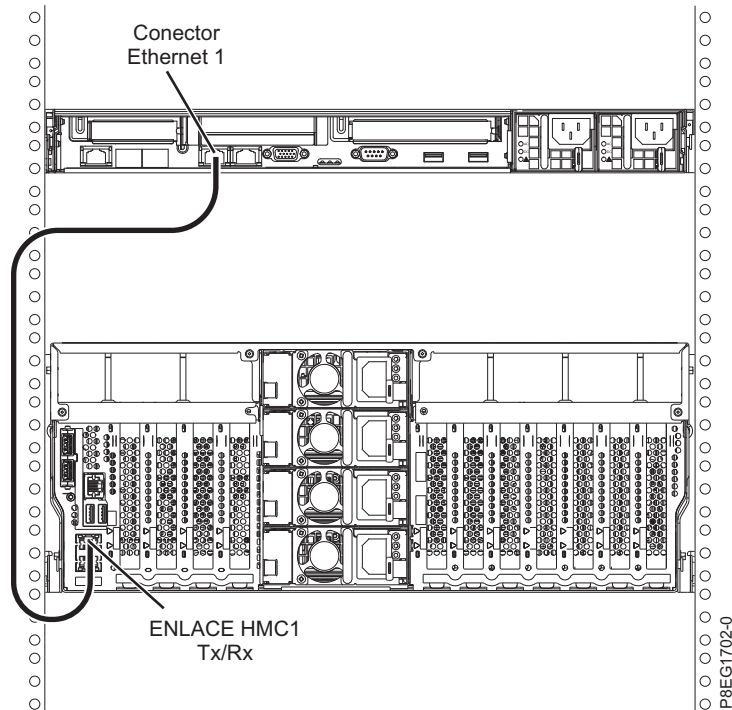

Figura 20. Conexión de la HMC al sistema gestionado
1. Si desea conectar directamente la HMC al sistema gestionado, conecte el **Conector Ethernet 1** de la HMC al puerto **HMC1** del sistema gestionado. Consulte Figura 20 en la página 28.